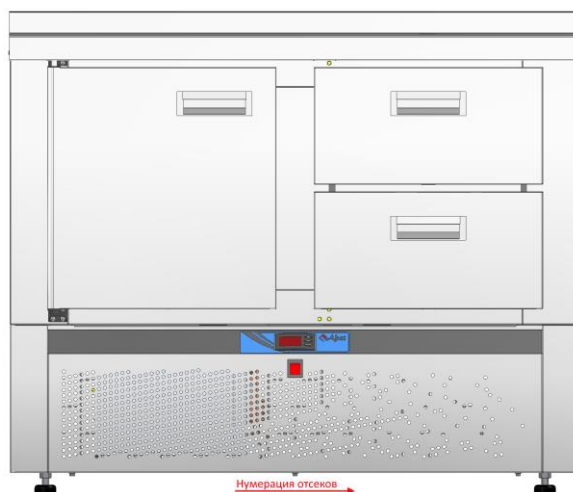

Рис. 2 CXC-60H-01, CXC-70H-01
- стол холодильный среднетемпературный с нижним расположением агрегата CXC-60H-01, CXC-70H-01 столешница нерж. 202 с бортом (дверь, ящик 1/2) (см. рис. 2);